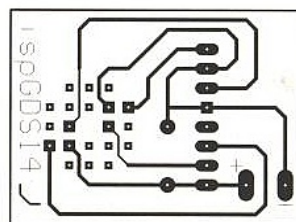
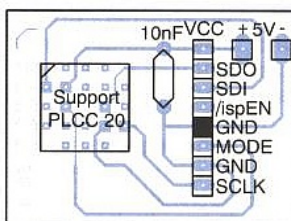

Figure 4
Figure 5
Le tracé de son circuit imprimé apparaît à la **figure 4**, et son plan d'implantation à la **figure 5**. Le connecteur sera réalisé comme à l'accoutumée avec un tronçon de barrette sécable à picots carrés, dont on arrachera ou coupera celui correspondant au détrompeur de la fiche du cordon.
Un PFC s'emploie essentiellement comme un pré-régulateur délivrant un potentiel continu à une alimentation à découpage classique. La figure 4 vous montre la transformation d'un convertisseur classique de faible PF, équipé ensuite d'un correcteur adéquat.
Le constructeur américain propose ce circuit en encapsulation minidip ou SO-8, dont la figure 5 dévoile l'architecture simplifiée. Il s'agit en fait d'une version améliorée de son prédécesseur, le 34261 qui, lui, n'intégrait pas de protection en surtension. Chez Motorola, le déclenchement de ce dispositif ne peut être ajusté et correspond à 8% de la valeur moyenne de sortie. Si l'utilisateur fixe à 400V cette dernière, la protection agira à 432V. La figure 6 illustre les résultats obtenus au démarrage avec et sans protection de surtension.
■ Figure 4 : adjonction d'un préconvertisseur correcteur de cos φ.
■ Figure 5 : architecture du MC34262.